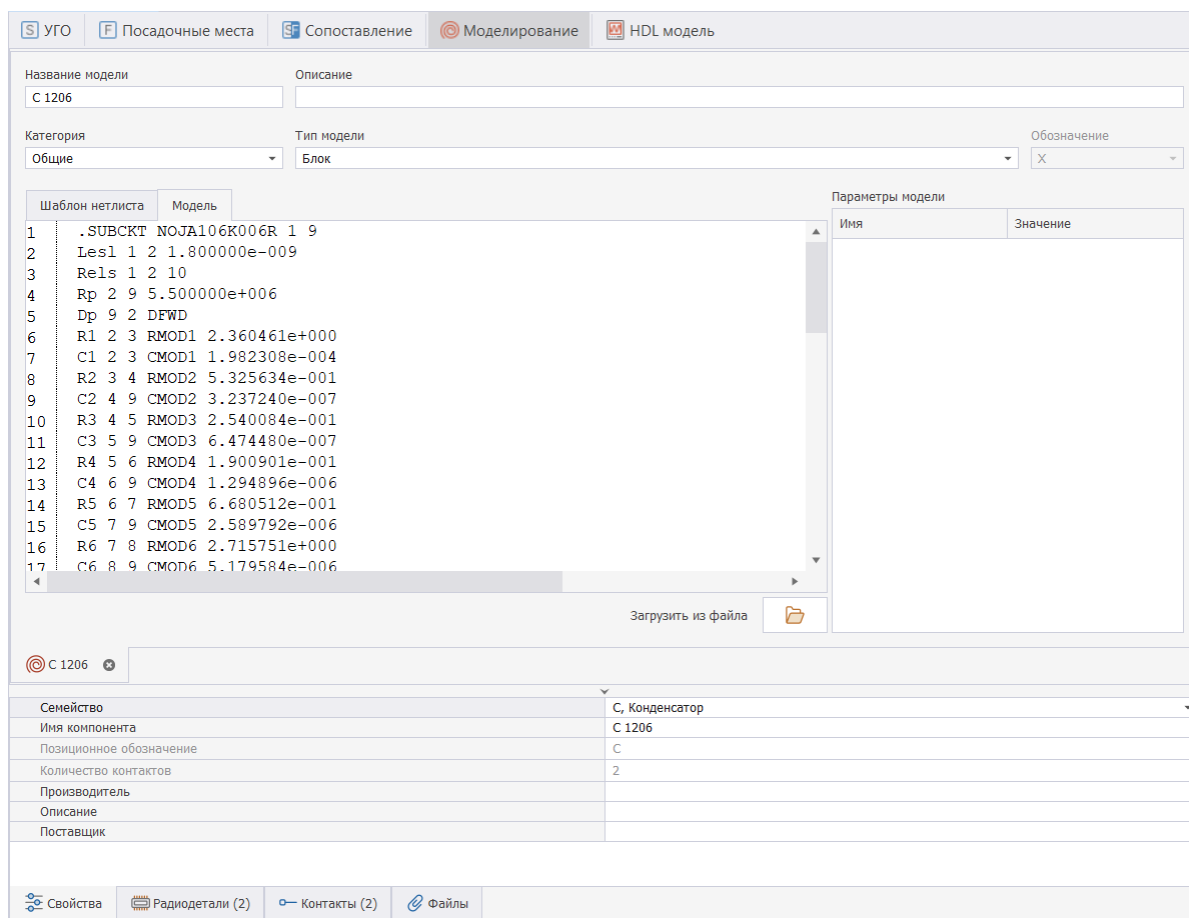

Рис. 12 Ввод списка цепей модели в текстовом окне вкладки «Модель»
- Введите нетлист (список цепей) модели в текстовом окне вкладки «Модель», см. Рис. 12.